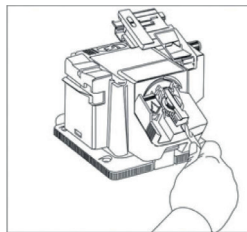

Рис. 3
1. Установите блок заточки свёрл (4) на силовой блок (8).
3. Установите зажимное устройство со сверлом в V-образную направляющую (13), совмещая пазы сбоку.
7. Перемещайте V-образную направляющую в направлении шлифовального диска (3), затем снимите зажимное устройство со сверлом.
8. Поместите зажимное устройство со сверлом в направляющее отверстие в центре шлифовального диска (Рис. 3).
9. Включите силовой блок (8) (*выключатель в положение «ВКЛ.»*).